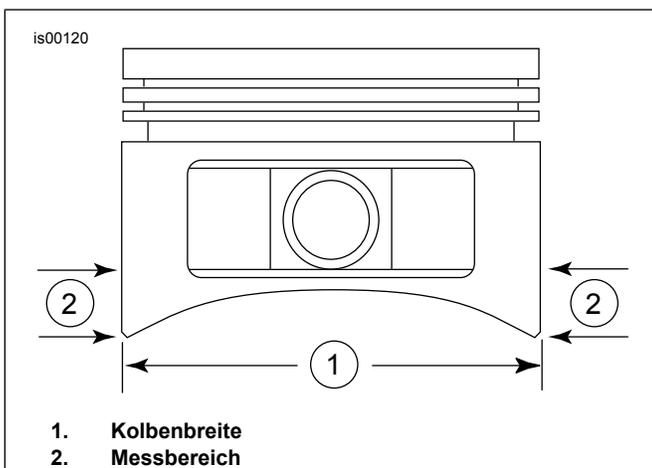

Abbildung 1. Kolbenmessungen
- Siehe Abbildung 1 >. Die Kolbenbreite (1) 90 Grad horizontal von beiden Seiten des Kolbenbolzenlochs und 0,285 Zoll oberhalb (2) des untersten Teils des Schafts messen